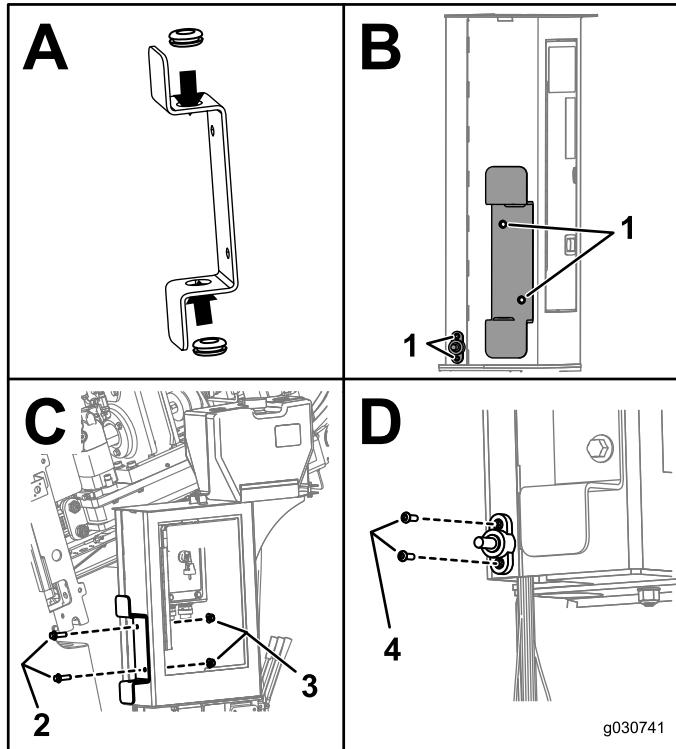

Figura 2
1. Instalar os ilhoses no suporte (Caixa A da Figura 2).
2. Utilizando o suporte e o bloco de junção como guia, marque e execute 4 furos, como mostrado na Caixa B da Figura 2.
3. Fixe os suportes com 2 parafusos (M12) e 2 porcas autotravantes (M12), como mostrado na Caixa C da Figura 2.
5. Fixe o bloco de junção com 2 parafusos (M5) e 2 porcas (M5), como mostrado na Caixa D da Figura 2.